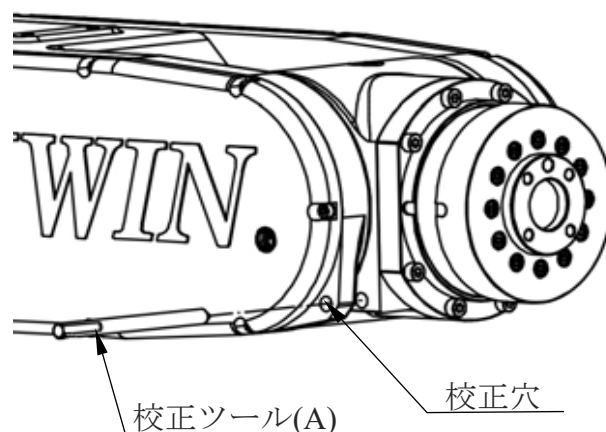

図 4-6 第 5 軸の原点校正イメージ図
- 第 5 軸の校正順序は以下のとおりです（図 4-6 を参照してください）